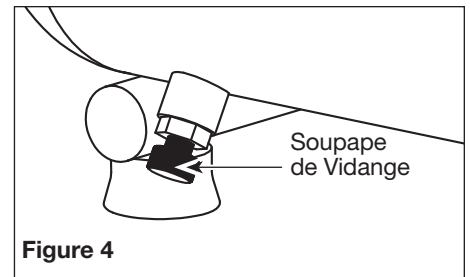

Figure 4
2. Avec le compresseur hors circuit et la pression dissipée, purger l'humidité du réservoir en ouvrant le robinet de purge sous le réservoir (Voir Figure 4).